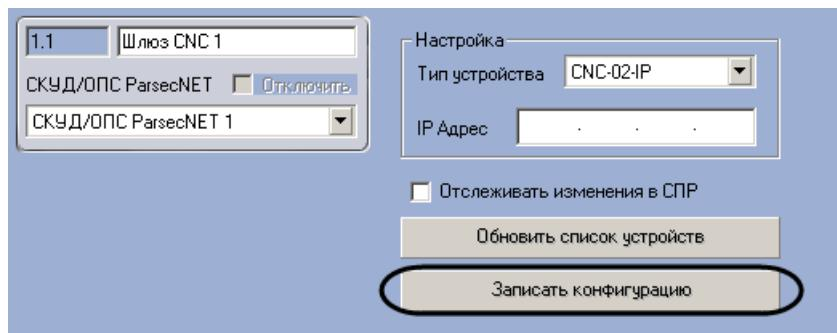

Рис. 3.3—8 Пересылка конфигурации в контроллеры СКУД/ОПС ParsecNet
1. Перейти на панель настроек объекта **Шлюз CNC**, соответствующего выбранному Ethernet-шлюзу или ЦКС (Рис. 3.3—8).
2. Нажать кнопку **Записать конфигурацию** (см. Рис. 3.3—8).